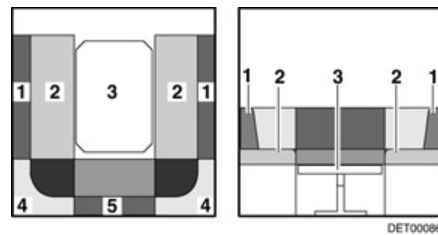

Fig. 80 Durante la transformación
- Tirar de los cojines del asiento (Fig. 80,2) hacia el centro.
- Colocar los cojines del respaldo (Fig. 80,1) entre los cojines del asiento y la pared exterior.
- Quitar los cojines del respaldo (Fig. 80,4 y 5) y ponerlos a un lado.